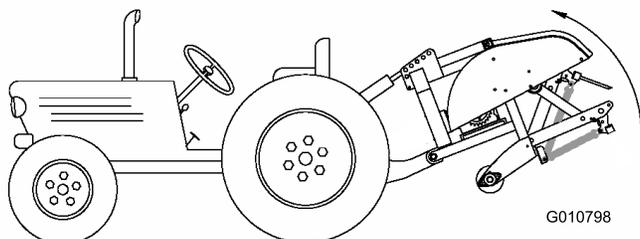

图12
2. 完全升起打孔机，并完全缩回液压顶部连杆油缸或上连杆（图12）。